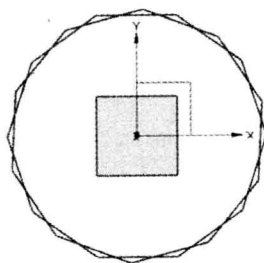

图 1.2.2 多边形 2
Step3. 创建图 1.2.2 所示的多边形 2。选择下拉菜单 **插入(I)** → **曲线(C)** → **多边形(P)** 命令；在多边形对话框中的 **边数** 文本框中输入值 10。单击 **确定** 按钮，选择 **内切圆半径** 按钮，在 **内切圆半径** 文本框中输入值 50，在 **方位角** 文本框中输入值 15，单击 **确定** 按钮，系统弹出“点”对话框。在“点”对话框 **输出坐标** 区域 **Z** 的文本框中输入 20，单击 **确定** 按钮，然后单击 **取消** 按钮，完成多边形 2 的创建。